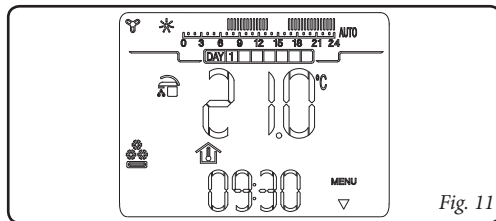

Fig. 11
- **Modalità raffrescamento** (❄️). In modalità raffrescamento la caldaia è abilitata per la produzione di acqua calda sanitaria e al controllo di una motocondensante esterna (solo per modelli predisposti) per il raffrescamento di ambienti. In modalità “raffrescamento” il CAR v2 può funzionare in modo automatico o manuale per la descrizione del funzionamento vedi capitolo 7. Sul display viene visualizzato il giorno e l'ora corrente, la temperatura ambiente e la barra oraria con la programmazione giornaliera del timer raffrescamento unitamente ai relativi simboli (fig. 11).